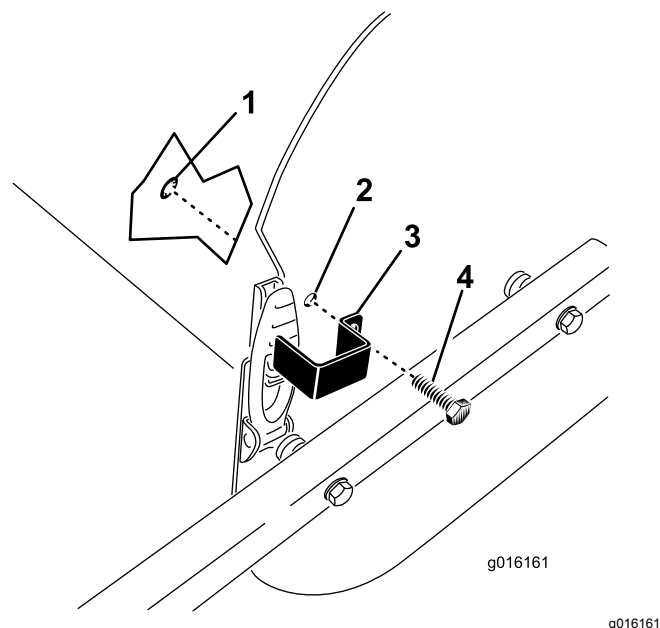

Figure 36
- Fixez la plaque de verrouillage à la plaque latérale avec un boulon d'assemblage et une bague de retenue (Figure 36).
- Placez la plaque de verrouillage sur le verrou de capot en alignant le trou de montage sur le trou de la plaque latérale (Figure 36).